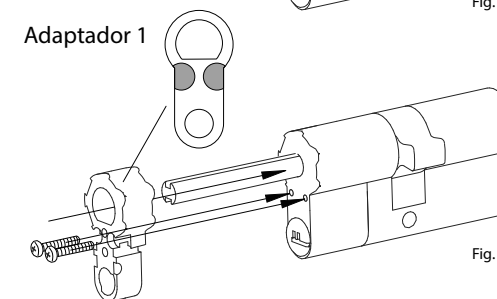

Fig. 6
- 44 - 53 mm = é necessário o adaptador 1 (Fig. 6)